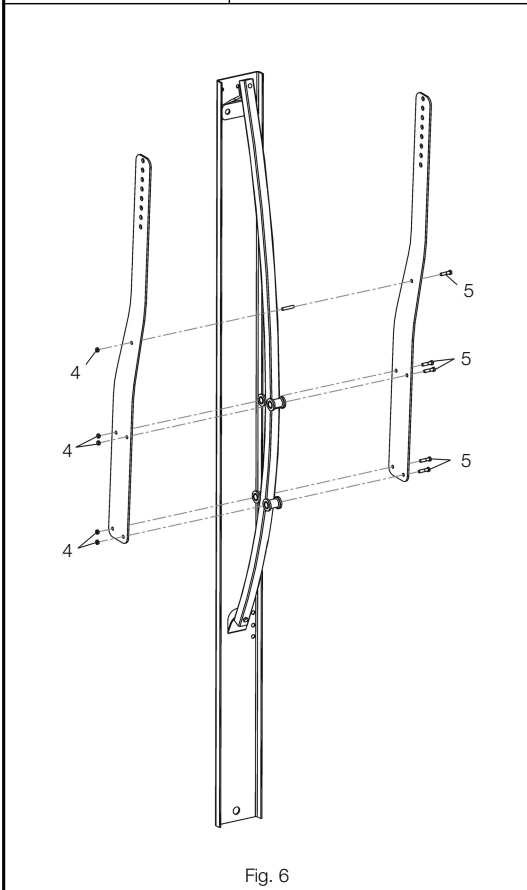

Fig. 6
4. Compléter l'installation de la partie coulissante de GA1 en assemblant les pièces comme l'indique la Fig. 6.
4. Die Installation des Schiebesystems von GA1 vervollständigen, indem die Teile wie auf Abb. 6 montiert werden.
4. Complete la instalación de la parte corredera de GA1 uniendo las piezas tal como muestra la Fig. 6.
4. Completeer de installatie van het beweegbare deel van GA1 door de verschillende onderdelen daarvan te assembleren zoals dat op afb. 6 te zien is.